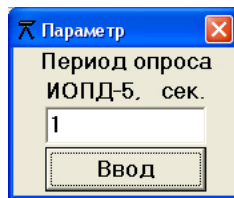

Рисунок 7.
2.1.3. Установить в основном окне значение периода опроса, для чего выбрать пункт меню «Опции→Период опроса». В появившемся окне (рисунок 7) ввести значение периода. Минимальное значение равно одной секунде, максимальное значение равно тридцати секундам. Шаг изменения значения 1 секунда.